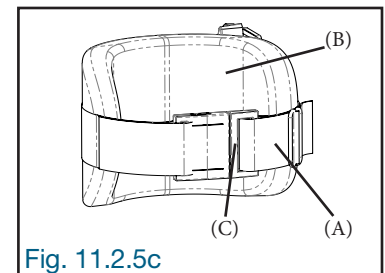

Fig. 11.2.5c
La sangle (A) de la butée de genou (B) doit être ajustée et serrée au corps de l'utilisateur de façon à bien le maintenir en place. Pour se faire, ajuster la longueur de la sangle (A) en la glissant sur la boucle (C) jusqu'à la longueur requise. Une fois la longueur déterminée, bien attacher la boucle (C) (Fig. 11.2.5c).